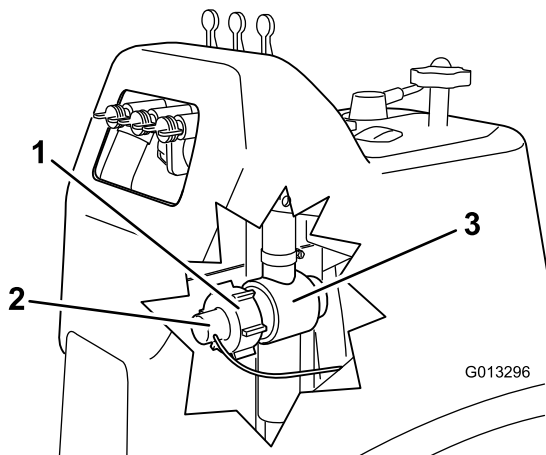

図 71
2. フローメータのボディーについているリテーナ・キャップを取る(図 71)。